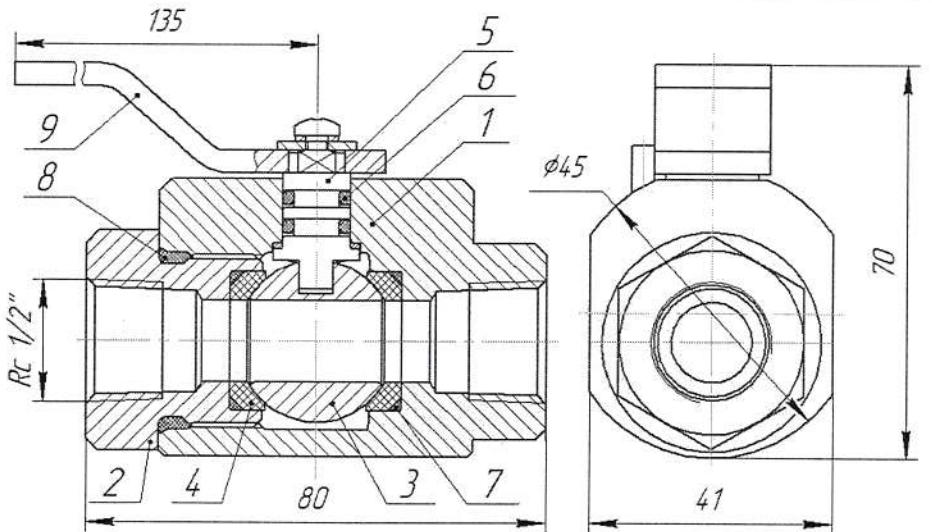

Рисунок 1 – Кран шаровой DN15 PN100 (ВКМ.Д-015-100-С-РП-НУ)
2.11. Устройство крана и материалы основных деталей (Рисунок 1):